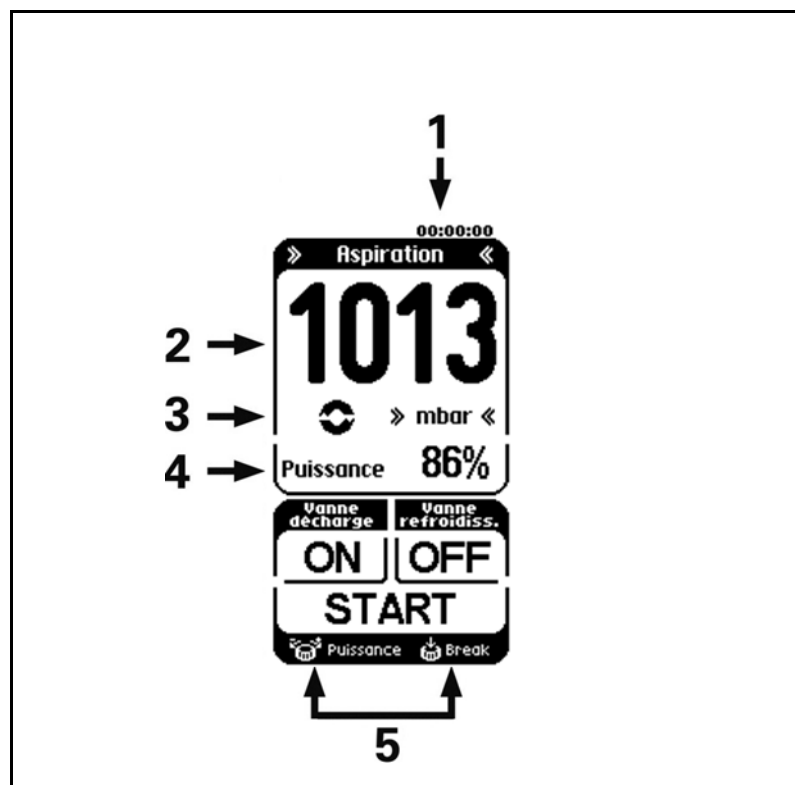

Fig. 4 : Affichages sur l'écran tactile
- Affichage des principales grandeurs de processus (Fig. 4, page 21) ;